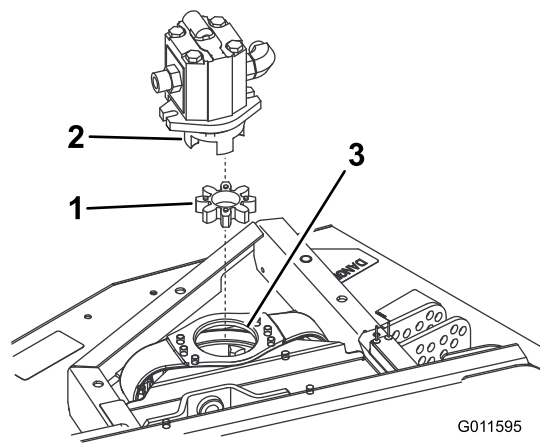

Figura 2
5. Retire la araña de enganche elastomérico del interior del acoplamiento de la polea. Inspecciónela y cámbiela si está desgastada. De lo contrario, consérvela para instalarla en la nueva carcasa (Figura 2).
Nota: Inspeccione el cubo de enganche de la araña y cámbielo si está desgastado (Figura 2).